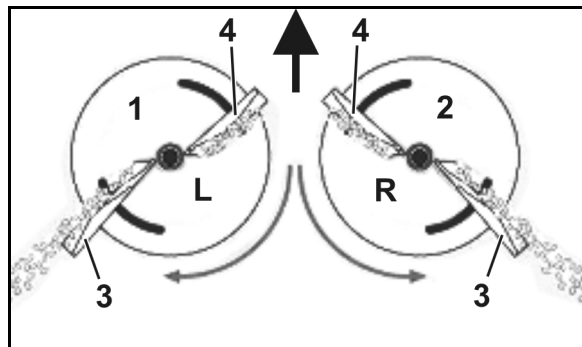

図 20
- 左側の散布ディスク (図 20/1) には L マークを表示
- 右側の散布ディスク (図 20/2) には R マークを表示
- 長いタイプ (図 20/3) - 設定目盛りは値 35 ~ 55
- 短いタイプ (図 20/4) - 設定目盛りは値 5 ~ 28